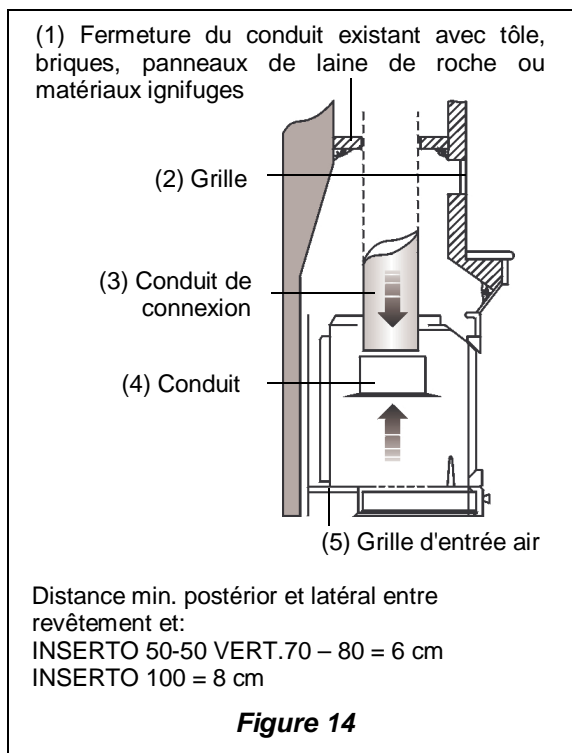

Figure 14
- laisser toujours le **minimum** de vide d'air indiqué entre l'insert et les parois, selon les différent models (v Figure 14 - Figure 15)
**IMPORTANT: Avec l'emploi de tuyaux métalliques il est indispensable qu'ils soient isolés avec matériaux appropriés (revêtements en fibre isolante) dans le but d'éviter détériorations des maçonneries ou de la contre-hotte (v. Figure 14 ).**